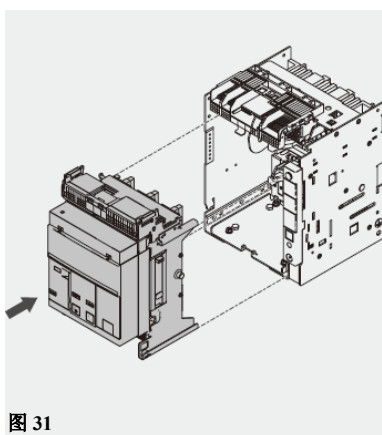
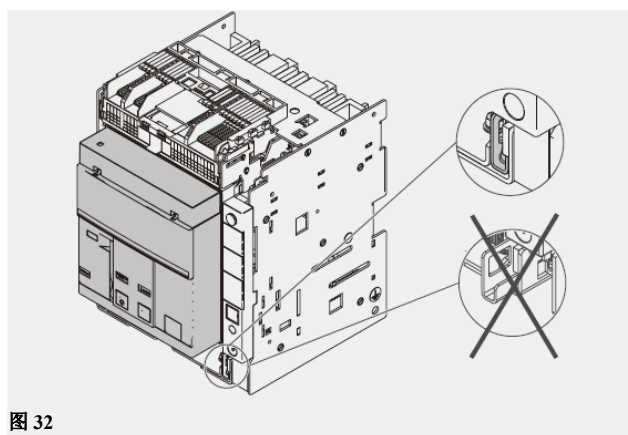

图 31
图 32
3. 将可移动部分推入固定部分，直到移动部分不能再往里为止。见图 31 和图 32。